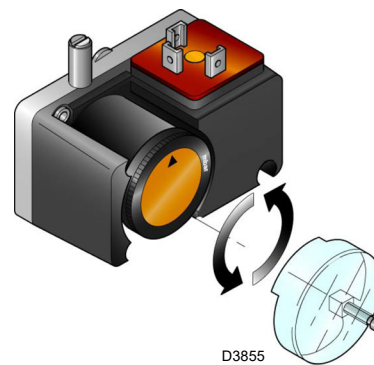

Fig. 31
- Regular el presostato gas de mínima (Fig. 31 a pág. 36) en el inicio de la escala.
Regular el presostato gas de mínima (Fig. 31) después de ajustar el quemador, las válvulas de gas y el estabilizador de la rampa.